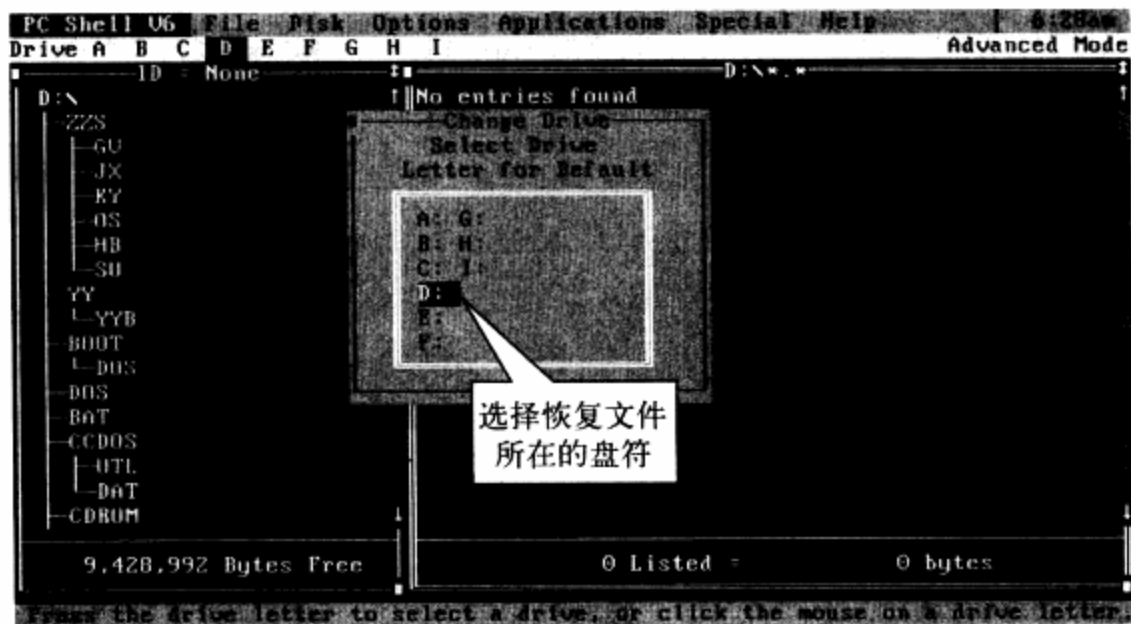

图13-35 选择目标盘符提示框
**步骤 01** 启动PCShell后,按Alt+D组合键,弹出Disk(磁盘服务功能)子菜单。选择Change Drive选项,按Enter键,屏幕上出现如图13-35所示的选择目标盘符提示框。